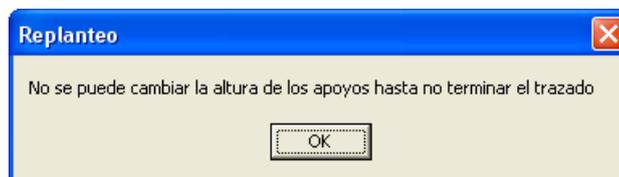

Figura 11.24.
- Figura 11.24: No necesita comentario.